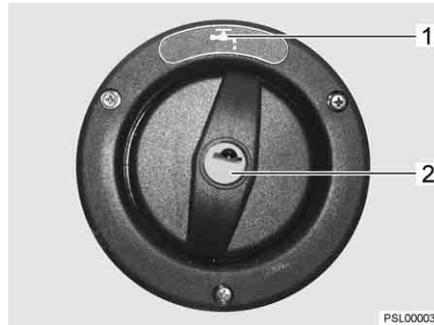

Bild 164 Verschlussdeckel für Trinkwasser-Einfüllstutzen
Der Trinkwasser-Einfüllstutzen ist mit dem Symbol "☞" (Bild 164,1) gekennzeichnet. Der Verschlussdeckel wird mit dem Schlüssel für die Außenklappenschlösser geöffnet und verschlossen.
- Schlüssel in Schließzylinder (Bild 164,2) stecken und eine viertel Umdrehung entgegen dem Uhrzeigersinn drehen.